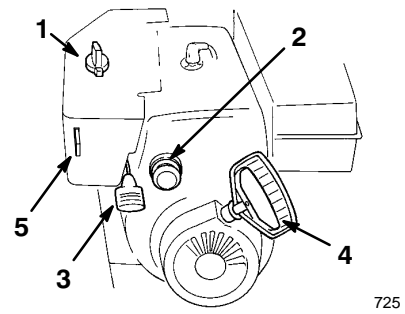

Abbildung 15
- **Zündschalter** (Abb. 15)—Den Schlüssel einstecken, bevor der Motor gestartet wird. Um den Motor zu stoppen, den Schlüssel abziehen.
- **Gasregler** (Abb. 15)—Den Gasregler nach oben bewegen, um die Motordrehzahl zu erhöhen, und nach unten, um die Drehzahl zu verringern.
- **Choke** (Abb. 15)—Zum Anlassen eines kalten Motors den Choke ganz auf Choke-Position drehen. Sobald der Motor warmgelaufen ist, den Choke langsam auf OFF zurückstellen.
- **Kaltstarthilfe** (Abb. 15)—Die Kaltstarthilfe betätigen, um eine geringe Kraftstoffmenge in den Motor zu pumpen, damit er sich bei kaltem Wetter leichter starten läßt.
- **Rücklaufstarter** (Abb. 15)—Am Rücklaufstarter ziehen, um den Motor zu starten.
1. Den Choke-Knopf von der Choke-Stange abziehen (Abb. 15).
1. Den Gasregler (Abb. 15) auf schnelle Position stellen.
3. Den Choke (Abb. 15) ganz auf Choke-Position drehen.
5. Den Zündschlüssel einstecken (Abb. 15).
6. Rücklaufstartergriff (Abb. 15) greifen und langsam herausziehen, bis ein Widerstand zu spüren ist. Dann kräftig ziehen, um den Motor zu starten.
8. Sobald der Motor anspringt, den Choke (Abb. 15) sofort auf 3/4-Position drehen.
2. Den Gasregler auf langsame Position stellen und den Zündschlüssel abziehen (Abb. 15).